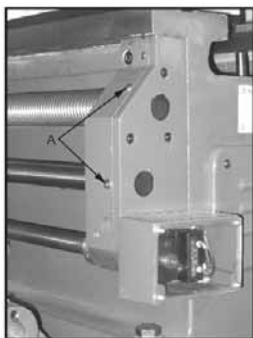

Fig. 6
4. **Ledarskruv och matarspindel:** Smörj de två oljekulorna på höger sida (A, fig. 6) varje dag med Mobil DTE® Oil Heavy Medium.